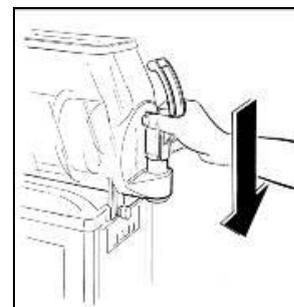

Fig. 18
- **R**emonter le robinet (fig.18) en ayant soin de mettre de la vaseline sur les garnitures pour faciliter le glissement de celui-ci jusqu'à insertion complètement dans son logement.